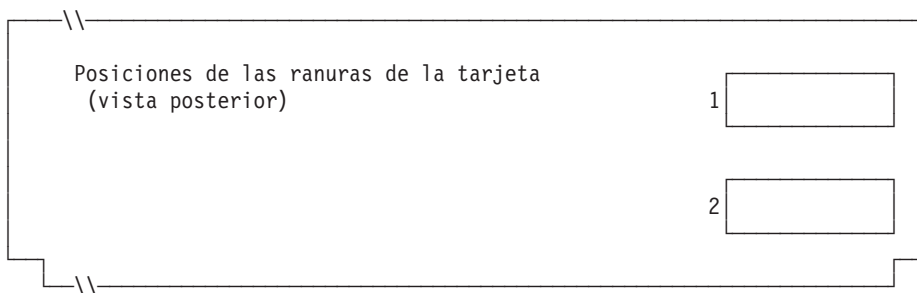

Figura 97. Parte posterior del Controlador/Terminal IBM 4694-2x4 o 4694-245
4. En la Figura 97 marque con una X cada ranura de tarjeta que tenga instalado un Adaptador Asíncrono Dual **para que lo utilicen las aplicaciones de terminal**. No ponga ninguna X si la tarjeta va a ser utilizada por aplicaciones distintas a las de terminal.